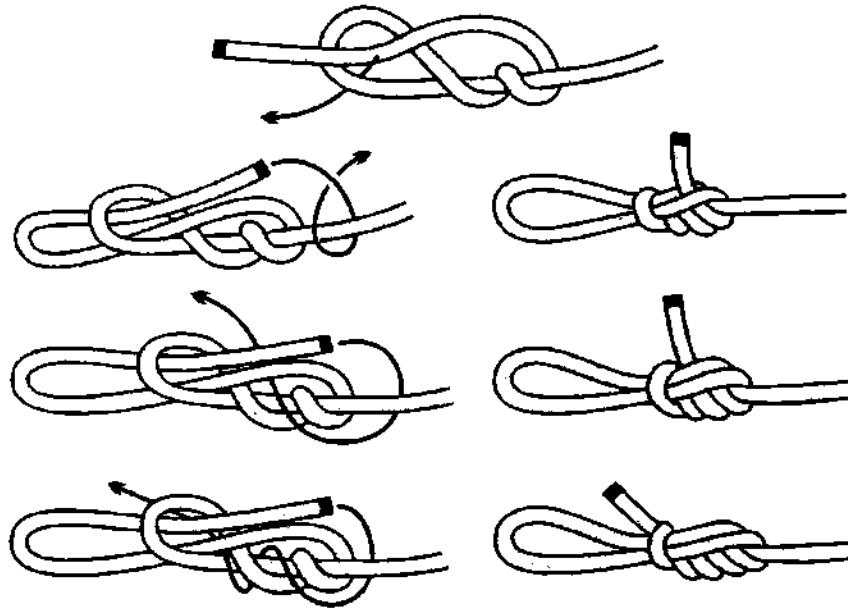

Рис. 255. Три разновидности стивидорной петли.
**Стивидорная петля** вяжется из **быстроразвязывающегося стивидорного узла**. Эта петля с виду очень похожа на **строповую петлю** и в прочности ей нисколько не уступает. Ходовой конец можно закрепить несколькими способами (рис. 255). **Стивидорная петля** – очень крепкий и безопасный узел.